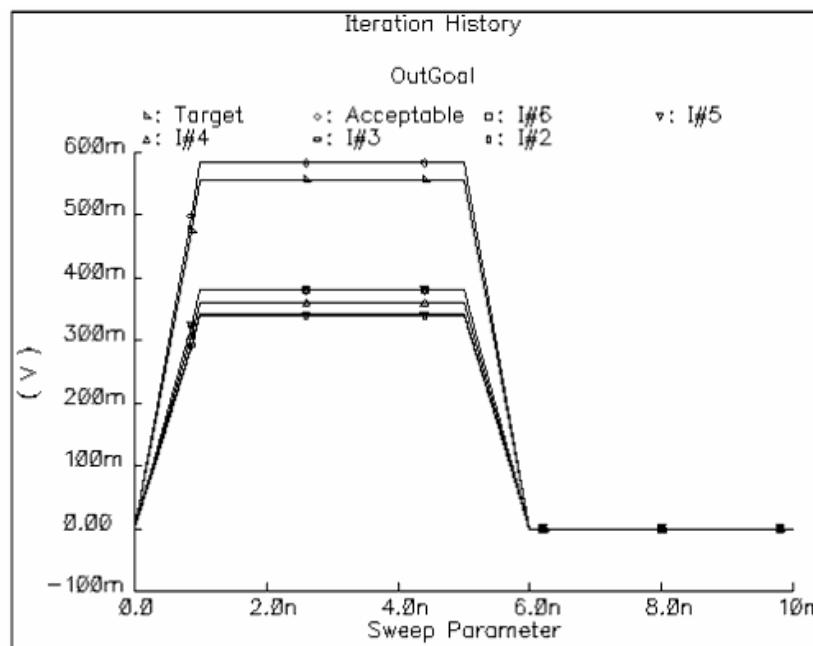

图 11.31 波形对象的优化
- 选中“Functional Goals”，将按照图 11.31 中展示的例子方式，显示一个波形对象是如何向目标靠近的。